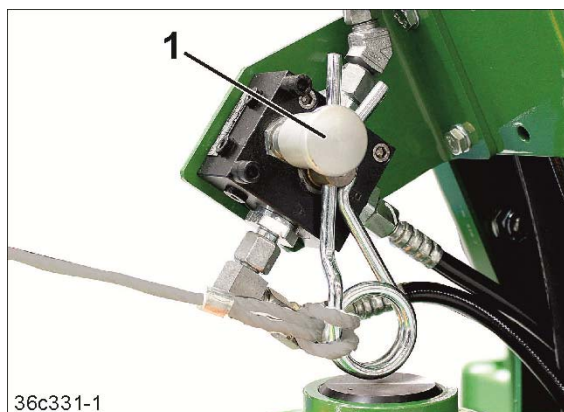

Fig. 137
- 3.1 Das Ventil (Fig. 137/1) betätigen. Dadurch entleert sich der Hydrospeicher.